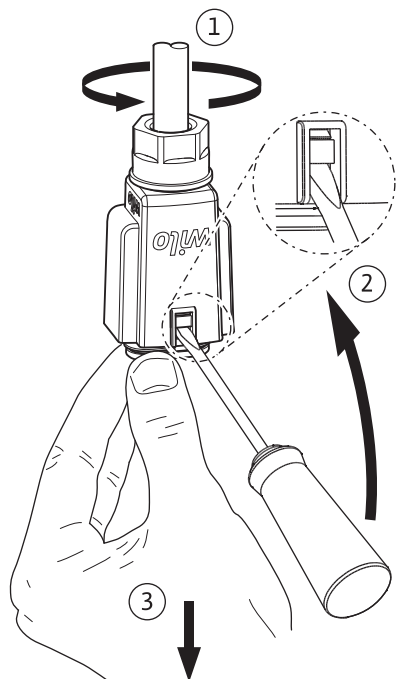

Fig. 6: Demontáž konektora Wilo-Connector
- Snímate Wilo-Connector z čerpadla a pomocou vhodného skrutkovača ho demontujete (Fig. 6).